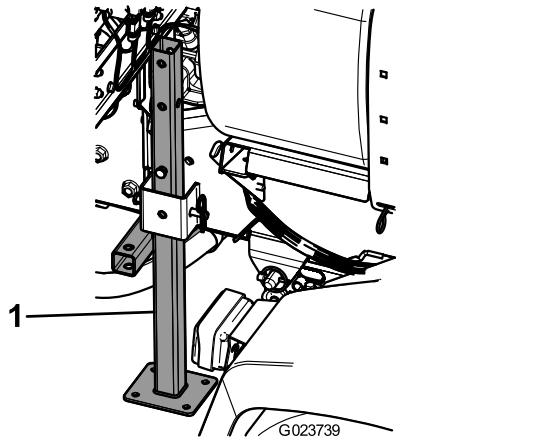

Figure 51
- Insérez les jambes de support arrière par le bas du cadre, près des points d'attache arrière (Figure 51).